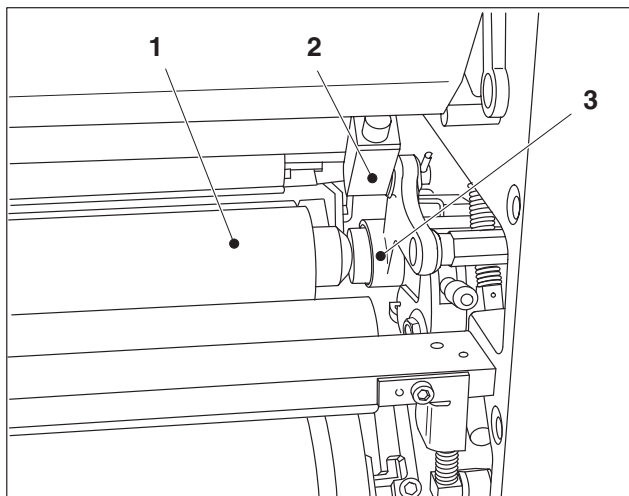

図 28 インキ移しローラ 4(黄色)とスプリングボルト
1. 駆動側および操作側のスプリングボルト(図 28/2)を手前に回します。
2. インキ移しローラ 4(図 28/1)を取り外します。